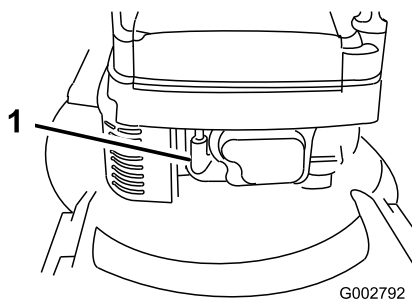

Figura 13
1. Collegate il cappellotto alla candela (Figura 13).